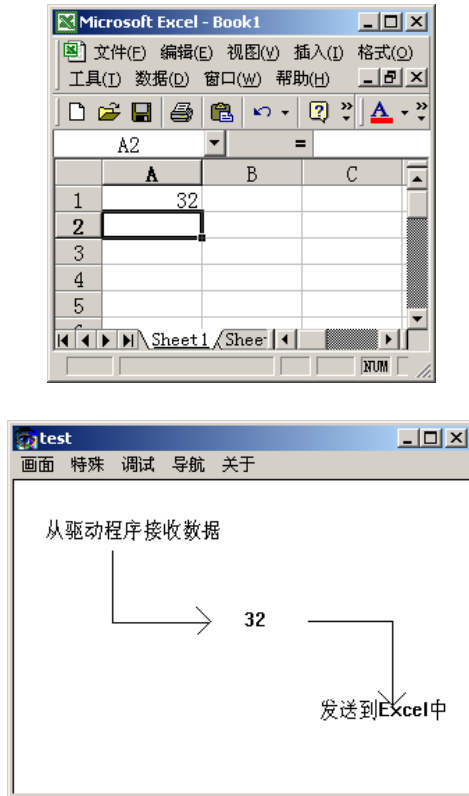

图 18.12 组态王 7.0 运行系统输出
- OMRON.AR001是“组态王 7.0”中的 I/O 变量 FromViewToExcel 的项目名。在 Excel 中只能引用项目名，不能直接使用“组态王 7.0”的变量名。输入完成后，Excel 进行连接。若连接成功，单元格中将显示数值。如图 18.12 所示。